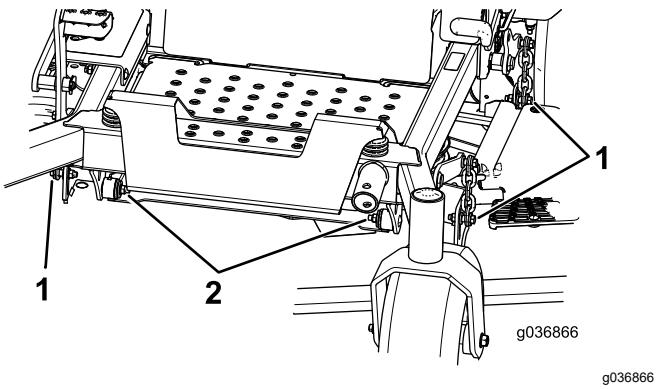

Figure 103
7. Retire y guarde los pernos y las tuercas de ambos lados de la máquina (Figure 103).